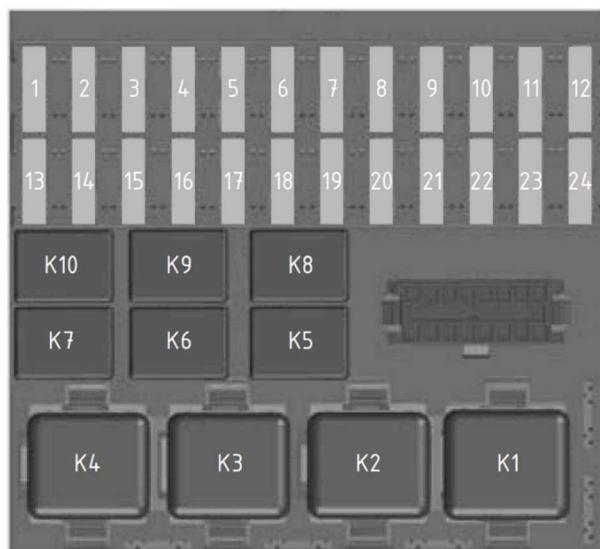
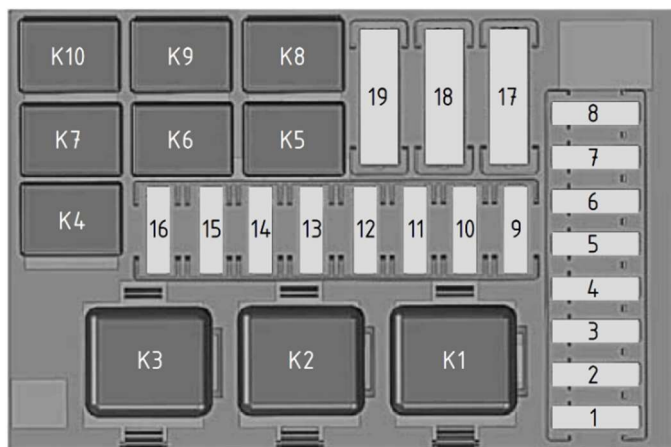

Рис. 11.55 Блок предохранителей и реле кабины(верхний)
Рис. 11.56 Блок предохранителей и реле кабины (нижний)
- блоки предохранителей и реле кабины (верхний см. рис. 11.55 и нижний см. рис. 11.56) **4**, отвечающие за защиту электрических цепей оборудования кабины, установлены в кабине, они размещены в кабине слева от рулевой колонки под панелью приборов (см. раздел 9). Верхний блок оборудован диагностическим разъёмом.